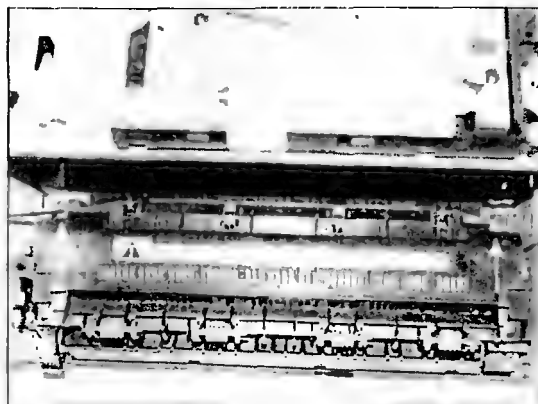

Рис. 5.16
11. Откручивают 2 винта крепления крышки узла печки (фьюзера), расположенные по бокам в глубине принтера (на рис. 5.16 винты показаны стрелками). Снимают крышку печки, подняв дальний ее край вверх и продвинув крышку на себя.